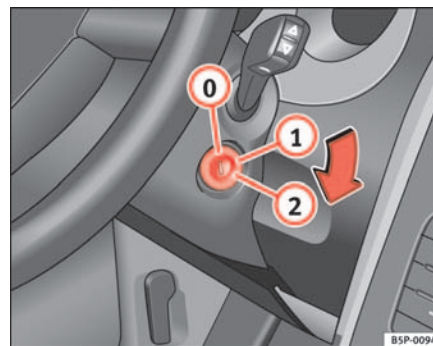

Fig. 95 Posiciones de la llave de contacto
En esta posición ⇒ fig. 95 el encendido y el motor están desconectados pudiéndose bloquear la dirección.
- Gire la llave de contacto hasta la posición ⇒ **página 135, fig. 95**
①. El testigo  se encenderá en caso de precalentamiento del motor.
- En cuanto se apague el testigo, gire la llave de encendido a la posición ② para poner en marcha el motor y no pise el acelerador.
- Gire la llave de contacto a la posición ⇒ página 135, fig. 95 .